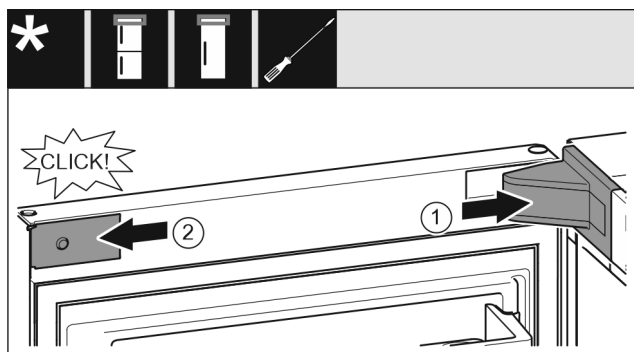

Fig. 24
- Sätt an lagerbockskyddet Fig. 24 (1) och haka i, tryck vid behov försiktigt isär det.
- Sätt an panelen Fig. 24 (2) på sidan och haka i.